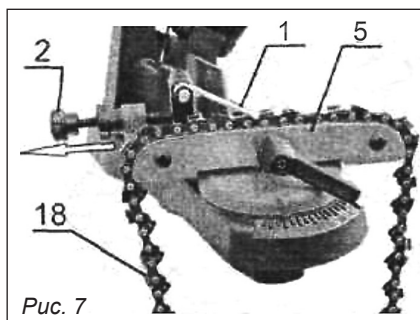

Рис. 7
- Поднимите упор **1** (рис. 7) и уложите цепь **18** в направляющие **5**.